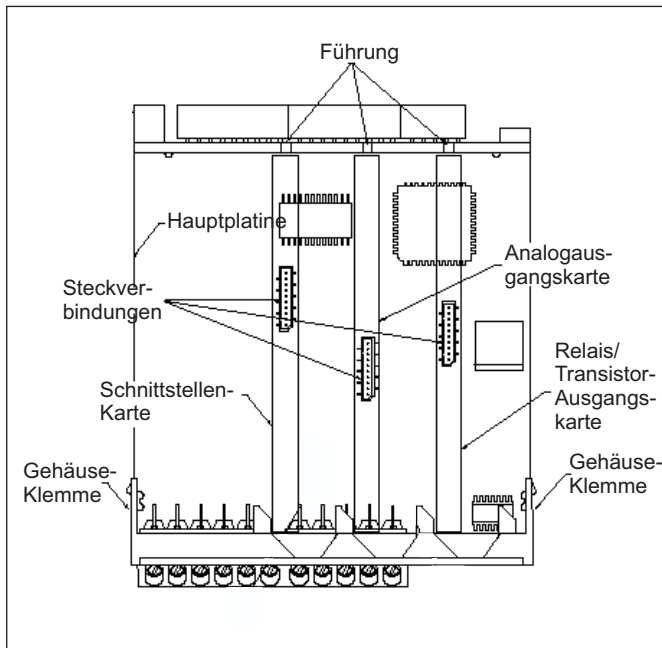

Bild 4.1: Ausgangskarten
Die Ausgangskarten haben feste Einbaupositionen. Die Steckverbinder der Karten sind so konstruiert, dass jede Karte nur auf eine bestimmte Position passt. Die Einbauposition der Karten ist aus Bild 4.1 ersichtlich.
2. Stecken Sie die Ausgangskarte auf den entsprechenden Steckplatz (siehe Bild 4.1).
- Logik der Benutzereingänge (Werkseinstellung NPN) (Bild 4.1)